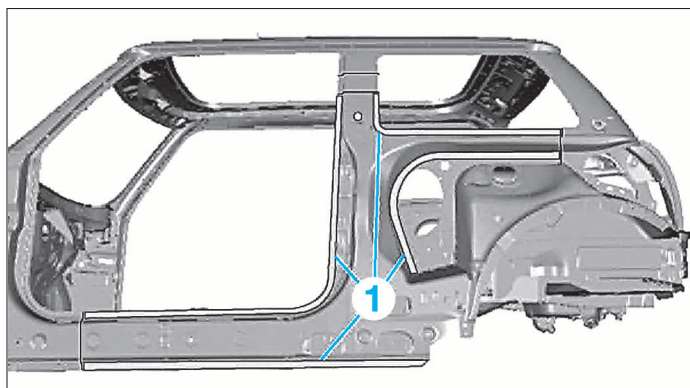

FIG. 11
- Meuler les points de soudure dans la zone (1) (Fig.11).